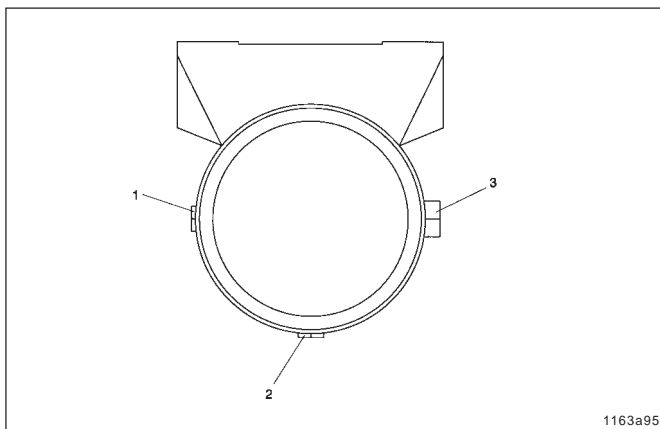

Abb. 8: - Anordnung der Pumpenelemente
- Falls mehrere Pumpenelemente eingebaut werden sollen, ist die in Bild 8 gezeigte Einbaufolge zu berücksichtigen.